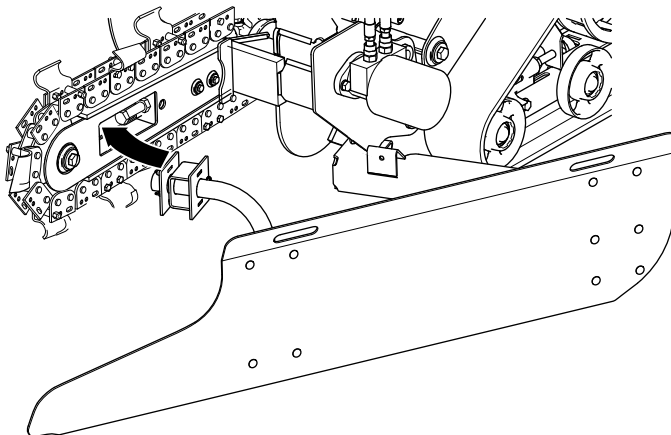

Figure 5
4. Orientez la lame à droite et insérez le support avant dans l'ouverture de l'élinde (Figure 5).